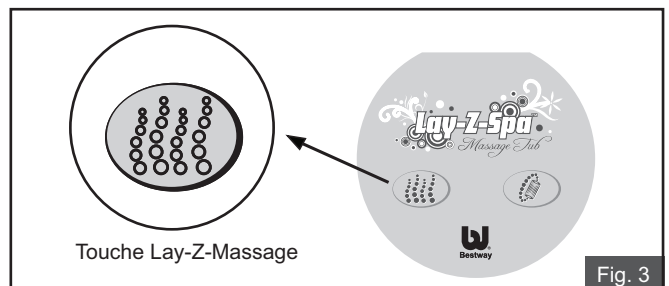

Fig. 3
3. Appuyez sur la touche du massage Lay-Z pour activer la pompe. (voir fig. 3)